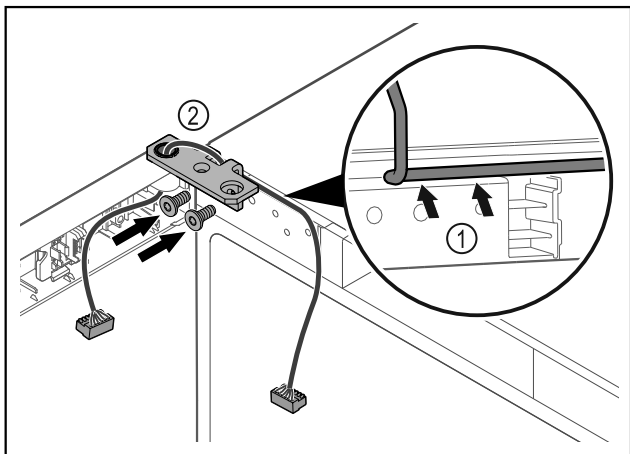

Fig. 39
- ▶ Περάστε το καλώδιο μέσα από το άνοιγμα της γωνίας μεντεσέ και τοποθετήστε το προσεκτικά Fig. 39 (1).
- ▶ Βιδώστε τη γωνία μεντεσέ Fig. 39 (2).